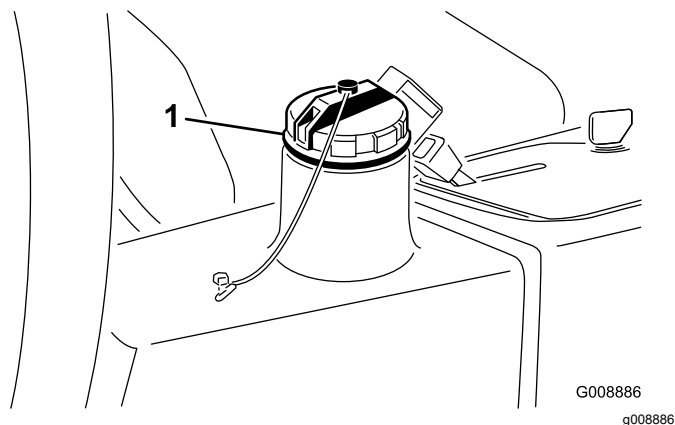

Bild 79
4. Füllen Sie den Behälter (Bild 79) mit ca. 13,2 Liter Hydrauliköl, siehe Prüfen der Hydraulikanlage \(Seite 53\).